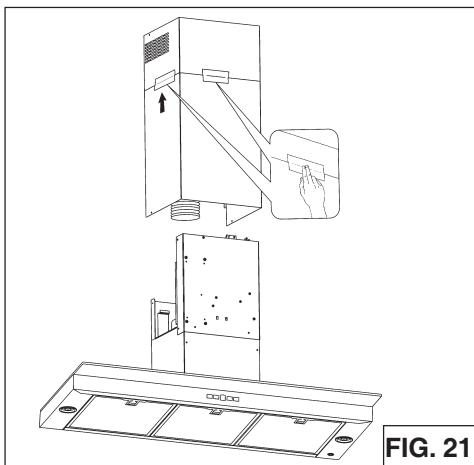

FIG. 21
- Fixez temporairement les conduits supérieur et inférieur ensemble avec du ruban à conduit, tel qu'illustré (Fig. 21).